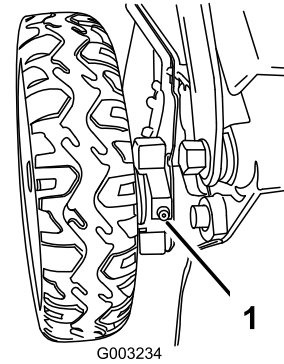

Figure 50
1. Essuyez les graisseurs situés juste à l'intérieur des roues arrières avec un chiffon propre (Figure 50).